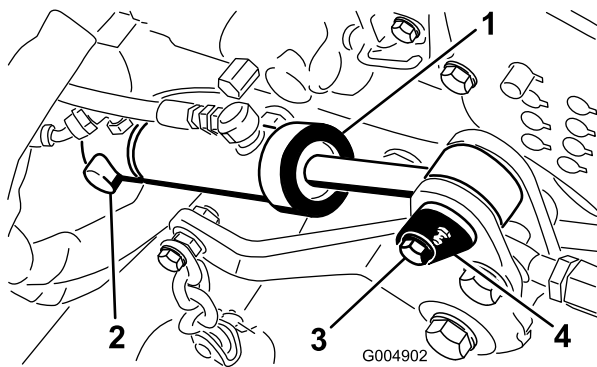

Figura 12
9. Instale el extremo trasero del cilindro de elevación de la plataforma sobre el pasador de giro y sujételo con el anillo de retención (Figura 12).
10. Sujete el extremo delantero del cilindro de elevación al bastidor del cortacéspedes con el pasador cilíndrico y el tornillo (Figura 12).